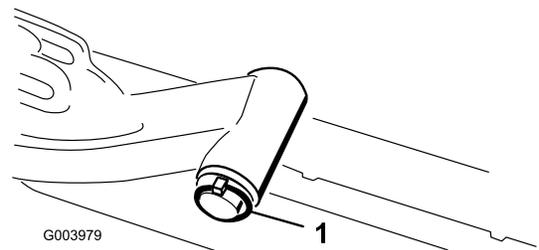

Figura 10
- A. Retire el pasador de seguridad y la arandela que fijan el eje pivotante del brazo de elevación al brazo de elevación, y deslice el eje pivotante fuera del brazo de elevación (Figura 10).
- C. Introduzca el eje del brazo de elevación en el brazo de elevación y fíjelo con la arandela y el pasador de seguridad (Figura 10).